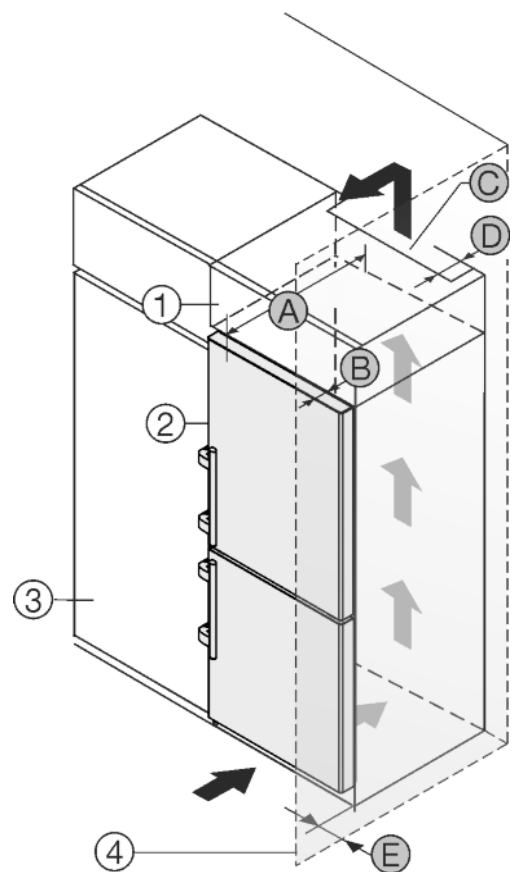

Fig. 45
Устройство может быть окружено кухонными шкафами. Чтобы уравнивать устройство Fig. 45 (2) по высоте с кухонной стенкой, можно установить над устройством дополнительный шкафчик Fig. 45 (1).
Установить устройство можно непосредственно рядом с кухонным шкафом Fig. 45 (3). Чтобы можно было полностью открыть двери, устройство должно выступать на глубину Fig. 45 (B) относительно передней стенки кухонного шкафа. В зависимости от глубины кухонных шкафов и использования пристенных распорок устройство может выступать и больше.
- На задней стенке дополнительного шкафчика должен быть вентиляционный канал с глубиной Fig. 45 (D) по всей ширине этого шкафа.
- Нужно соблюдать вентиляционное отверстие Fig. 45 (C) под нижней панелью.
Если устройство установлено на шарнирах у стены Fig. 45 (4), то нужно соблюдать расстояние Fig. 45 (E) между устройством и стеной. Настольно выступает ручка при открытой дверце.